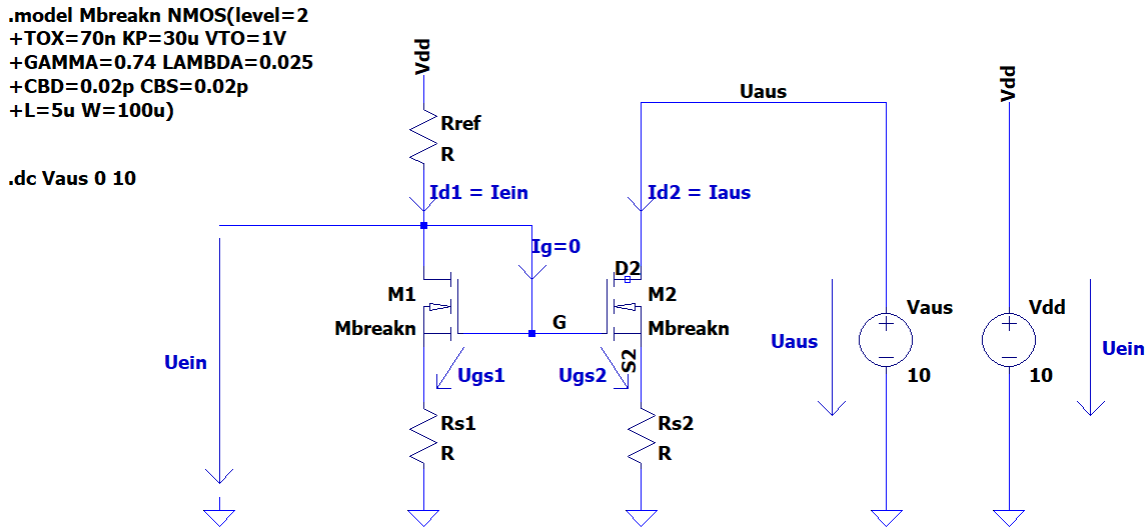
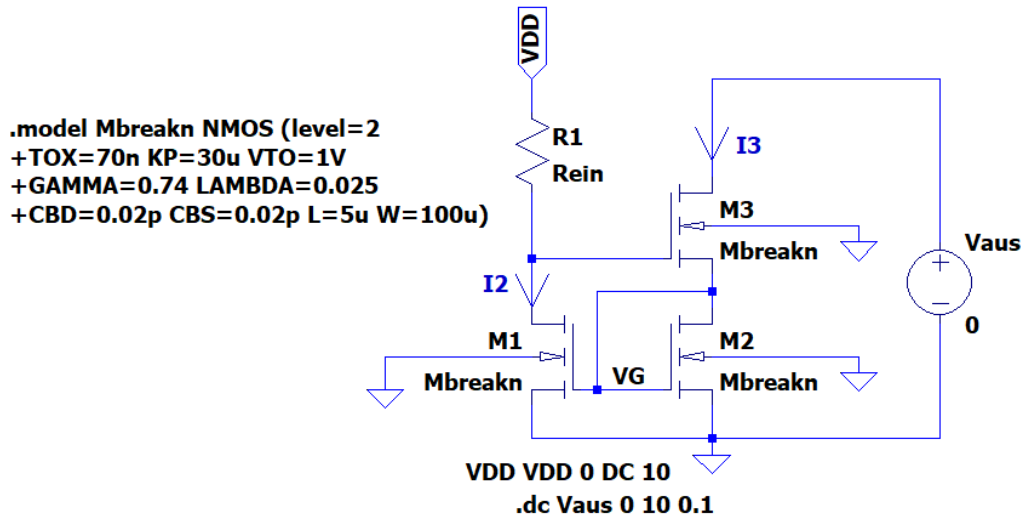

Abbildung 3: MOSFET-Stromspiegel mit Stromgegenkopplung
Abbildung 5: Wilson Stromspiegel
Abbildung 3 zeigt die Ströme und Spannungen beim einfachen Stromspiegel mit n-Kanal-MOSFET. Im angestrebten Arbeitsbereich und für die korrekte Funktion des Stromspiegels arbeiten beide MOSFETs im Sättigungsbereich und es gilt:
- Ist die Beziehung $I_{D1}R_{S1} + U_{GS1} = I_{D2}R_{S2} + U_{GS2}$ bezüglich der Schaltung in Abbildung 3 abhängig von den Betriebszuständen der Transistoren (Sättigungs-/ Sperr-/ Linearbereich)?
- Berechnen Sie für die in Abbildung 3 dargestellte Stromspiegelschaltung das Übersetzungsverhältnis $\frac{I_{aus}}{I_{ein}}$ unter der Annahme $R_{S1} = R_{S2} = 0\Omega$.
- Simulieren Sie mittels LTspice die Ausgangskennlinie der Stromspiegelschaltung aus Abbildung 3 unter der Annahme $R_{S1} = R_{S2} = 0\Omega$, $V_{DD} = 10V$ und variieren Sie die Ausgangsspannung U_{aus} im Bereich 0 bis $10V$.
- l) Passen Sie in Abbildung 3 den Widerstand R_{Last} so an, dass sich bei $R_{S1} = R_{S2} = 10k\Omega$ ein Strom $I_{ein} = 0,5mA$ ergibt. Simulieren Sie die Stromspiegelschaltung unter der Annahme $V_{DD} = 10V$ und variieren Sie die Ausgangsspannung U_{aus} im Bereich bis 10 V.
- n) Entfernen Sie die Gegenkopplungswiderstände R_{S1} und R_{S2} und erweitern Sie den Stromspiegel aus Abbildung 3 zu einem Wilson Stromspiegel (vergleiche Abbildung 5). Bestimmen Sie rechnerisch den Widerstand R_{Last} so, dass sich wieder ein Strom $I_{ein} = 0,5mA$ ergibt unter Vernachlässigung der Source-Bulk-Spannung.